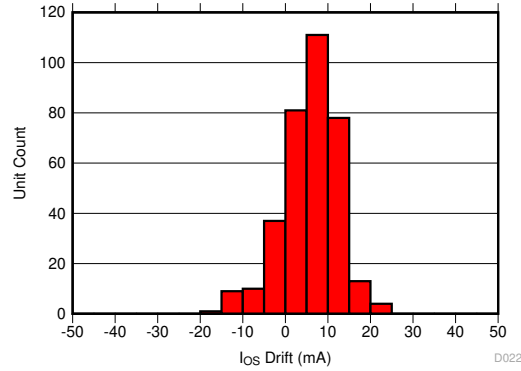

图 9-8. AEC-Q100 高温工作寿命应力测试后的以输入为基准的失调漂移
TMCS1101 中用于降低温度漂移的相同补偿技术也大大降低了老化、应力和环境条件导致的寿命漂移。由于高工作温度下的老化现象，典型的磁传感器会遭受高达 2% 至 3% 的灵敏度漂移。TMCS1101 极大地改善了寿命漂移，电气特性 表针对在三批次 AEC-Q100 认证期间在最坏情况应力测试后测量的总灵敏度误差进行了阐述。AEC-Q100 认证规定的所有其他应力测试产生的灵敏度误差低于指定的值，处于电气特性表中指定的范围内。图 9-6 显示了在进行最坏情况应力测试 (即 130°C 和 85% 相对湿度 (RH) 条件下的高加速应力测试 (HAST)) 后的总灵敏度误差，而图 9-7 和图 9-8 显示了在进行 AEC-Q100 规定的 1000 小时、125°C 高温工作寿命应力测试后的灵敏度和失调电压误差漂移。该测试模拟了典型的器件寿命操作，表明与典型的磁传感器相比，老化导致的可能的器件性能变化得到了极大的改善。